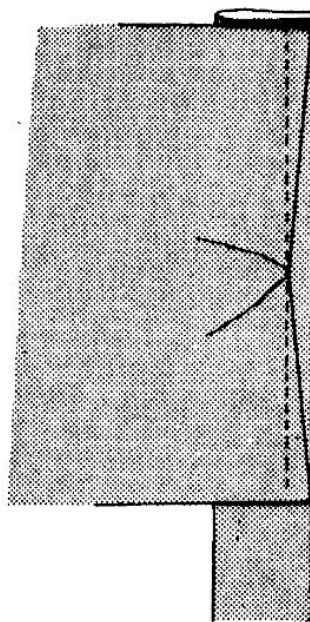

Рис. 238
3. Наложите рукава на сложенную вдвое полосу. Установите машину в режим коротких стежков. Притачайте полосу к изнаночной стороне рукава (рис. 238).